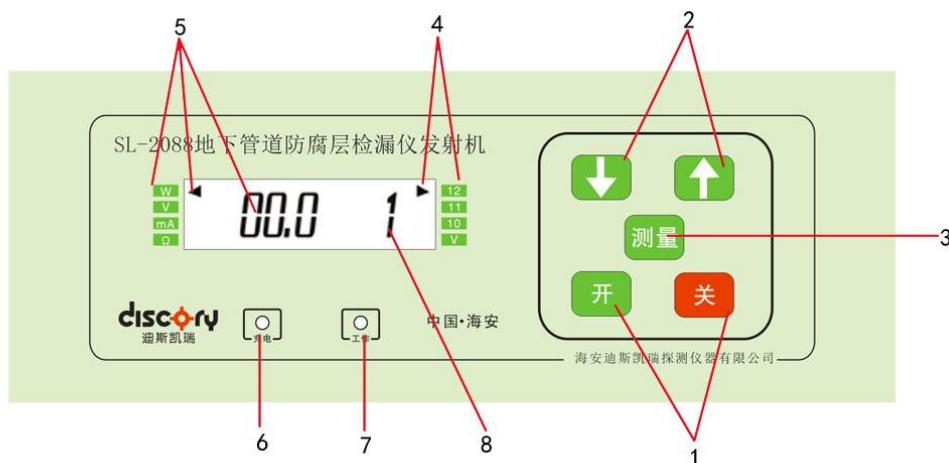

图 1 发射机前面板示意图
- 1、**发射机：**发射机用于向地下管道发射某一特定频率的电磁波信号，建立起单线——大地回路的地下管线检测场。其功能示意如图 1 所示。